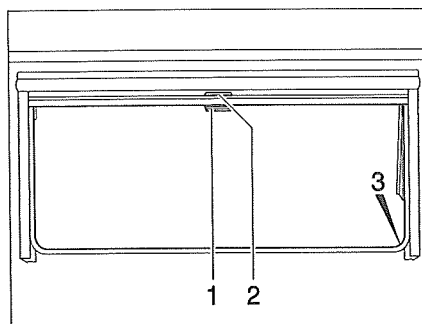

Bild 38 Överkantshängda fönster
- Drag ned mörklägningsrullgardinen med handtaget (Bild 38,2). När mörklägningsrullgardinen dras ned helt fäster man det man i spärrarna (Bild 38,3) på båda sidorna på fönsterkarmen.
- När mörklägningsrullgardinen är helt neddragen: Tryck ned handtaget (Bild 38,2) och drag det något inåt. Nu kan man ta loss mörklägningsrullgardinen ur spärrarna på båda sidorna av fönsterkarmen.
- När mörklägningsrullgardinen inte är helt neddragen: Drag handtaget (Bild 38,2) lätt nedåt tills spärren släpper.
- Drag ner insektsnätet med handtaget (Bild 38,1) och fäst det i spärrarna (Bild 38,3) på båda sidorna av fönsterkarmen.
- Tryck ned handtaget (Bild 38,1) och drag det något inåt. Lossa insektsnätet ur spärrarna på båda sidorna av fönsterkarmen.